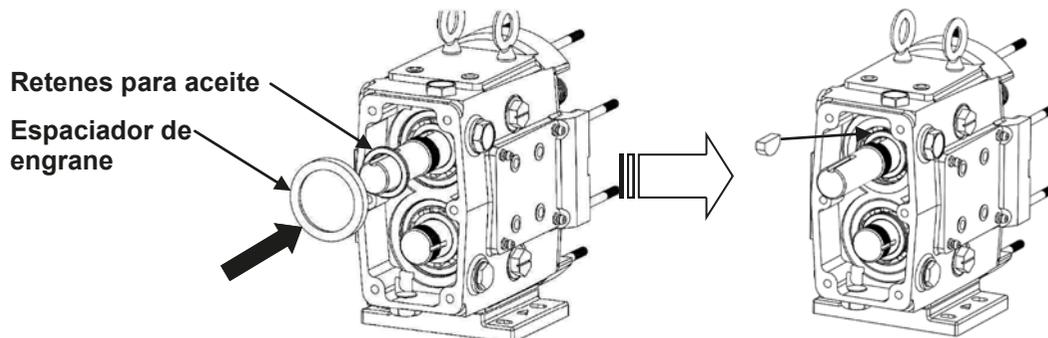

Figura 43: Instalación de Sello y Cuña.
7) Aplique una ligera capa de lubricante a los diámetros interior y exterior de los retenes para aceite traseros y colóquelos en la parte trasera de la caja de engranes con el resorte de cara hacia los engranes. Instale los espaciadores de engranes en la flecha y coloque las cuñas de engrane en los respectivos cuñeros (figura 43).